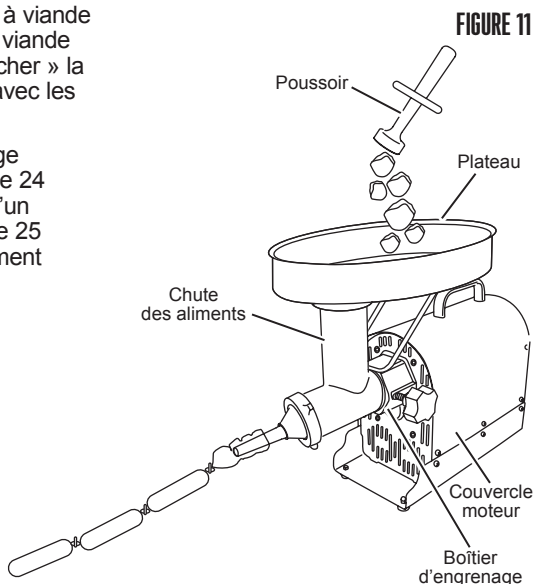

FIGURE 11
5. Déplacer entre 4" à 6" (10 à 15 cm) de l'enveloppe de l'extrémité de l'entonnoir de bourrage et faire un nœud à l'extrémité de l'enveloppe. Avec une enveloppe plus fibreuse à grand diamètre, tenir l'extrémité fermée de l'enveloppe bien serrée contre l'extrémité de l'entonnoir de bourrage (**FIGURE 11**).